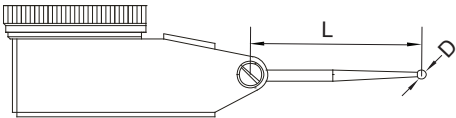

fig.6
- 4. Cada tipo de indicador de teste de dial tem um comprimento específico de pontas (L, fig. 6). Se o comprimento não estiver correto, ocorrerá um erro de medição. Consulte a tabela a seguir para escolher as pontas corretas.